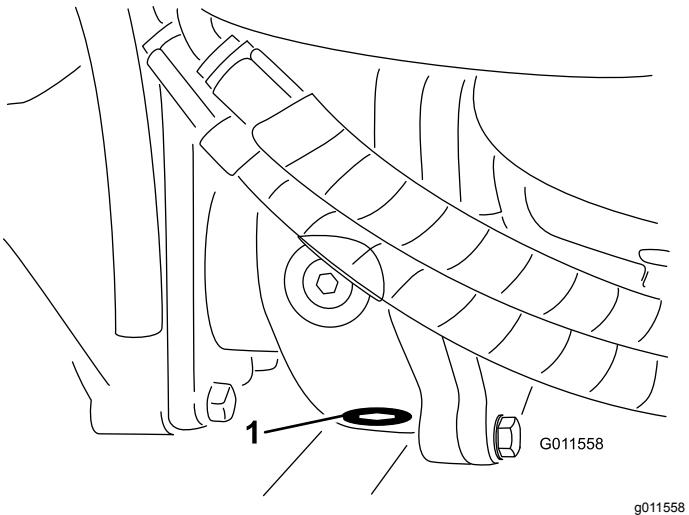

Figura 108
5. Limpie la zona alrededor del tapón de vaciado en la parte inferior de la caja de engranajes (**Figura 108**).